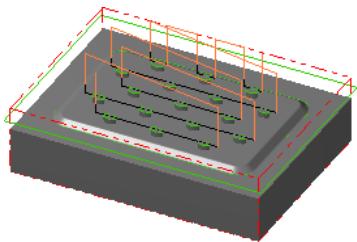
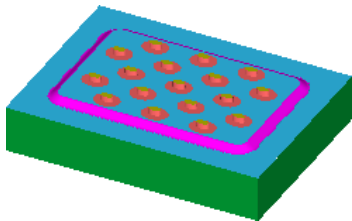

图 25.32 刀具路径
图 25.33 仿真结果图
(1) 设置曲面参数。在“曲面精加工平行铣削”对话框中单击 **曲面参数** 选项卡，在 **加工面预留量** 文本框输入 0.0。
(2) 设置精加工平行铣削参数。在“曲面精加工平行铣削”对话框中单击 **精加工平行铣削参数** 选项卡。然后在 **大切屑间距 (M)** 文本框中输入值 5.0，在 **切削方式** 下拉列表中选择 **单向** 选项。
(3) 在“曲面精加工平行铣削”对话框中单击 **间隙设置 (G)...** 按钮，然后选中 ☒ **切削顺序最佳化** 复选框，在 **切线的长度** 文本框中输入值 5.0，然后单击 按钮。
Step5. 单击“曲面精加工平行铣削”对话框中的 按钮，同时在图形区生成图 25.32 所示的刀具路径。
- (1) 在 **刀具路径** 选项卡中单击  按钮，然后单击“验证已选择的操作”按钮 ，系统弹出“验证”对话框。
- (2) 在“验证”对话框中单击  按钮。系统将开始进行实体切削仿真，结果如图 25.33 所示。